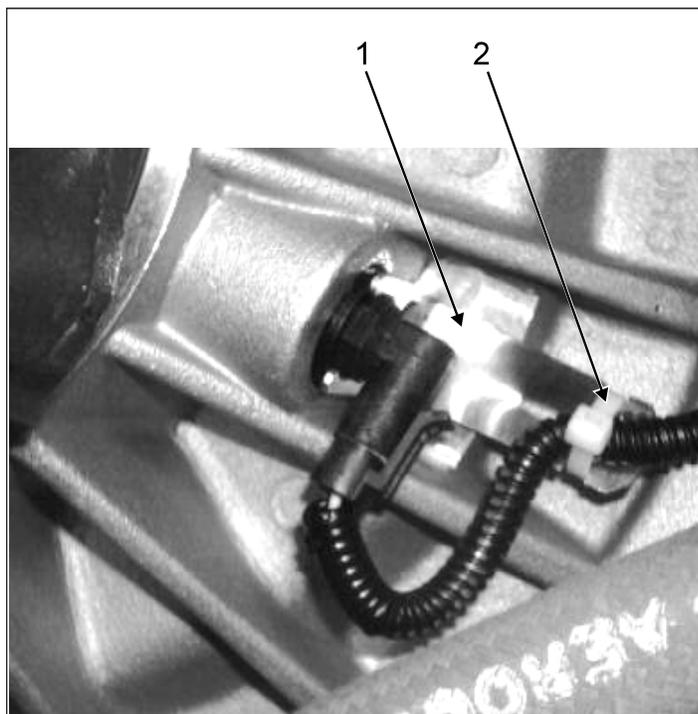
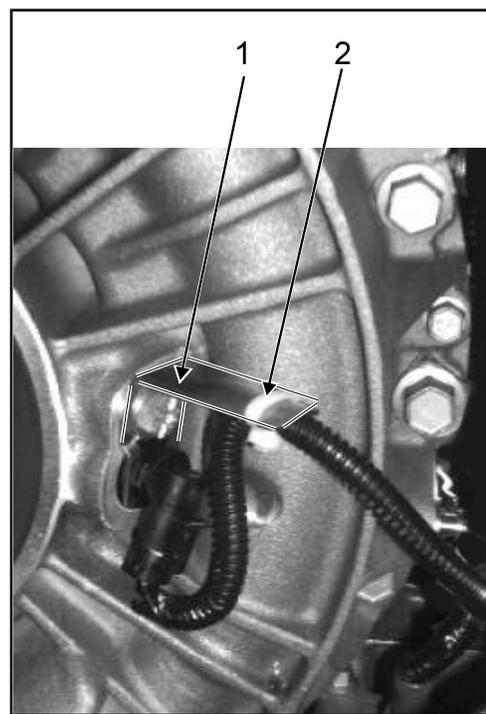

FIG. 1 - SANS RALENTISSEUR
FIG. 2 - AVEC RALENTISSEUR
3. Localiser le capteur de vitesse de sortie monté sur le bout arrière de la transmission, enlever le boulon retenant le support du capteur de vitesse de sortie, mettre le support (1) en place par-dessus le support du capteur de vitesse de sortie (consulter la **Figure 2** pour une transmission munie d'un ralentisseur et la **Figure 1** pour une transmission sans ralentisseur) puis réinstaller le boulon. Attacher le câblage du capteur de vitesse de sortie au nouveau support (1) en utilisant un serre-câble (2).
**Attention:** Le support du capteur de vitesse de sortie doit être monté entre le boîtier de la transmission et le nouveau support (1).
**Remarque:** Dépendant si la transmission est munie d'un ralentisseur ou non, le nouveau support (1) est positionné différemment.